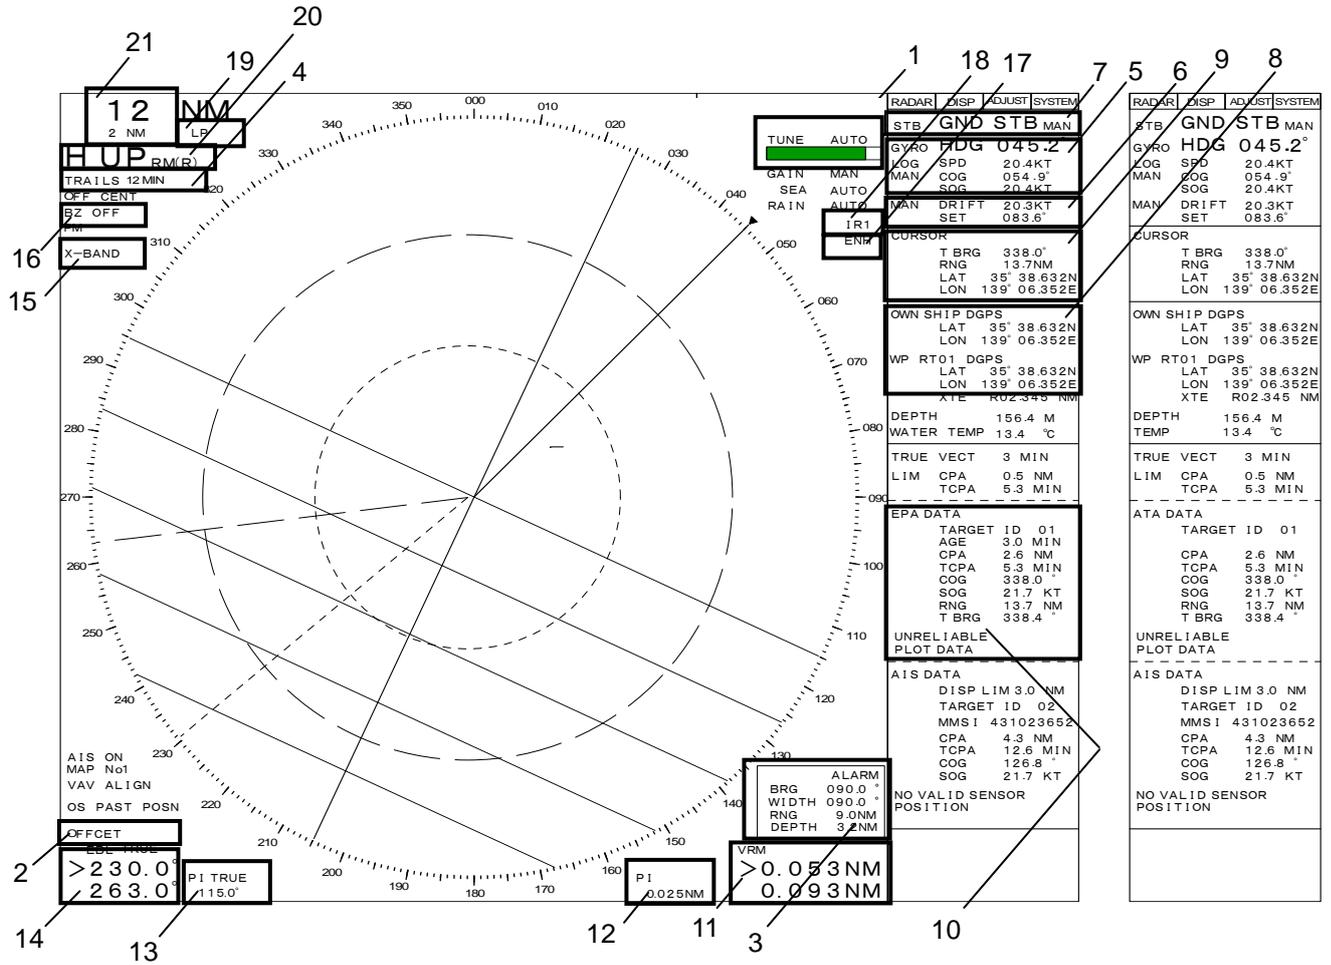

図 5.2 MDC-1860/1810/1820 画面表示情報
(1) 電源キー「ON/OFF」を押して、レーダの電源を投入してください。電源が入ると操作部の LED ランプが点灯し、予熱時間のタイマー表示が画面に現れます。画面には下記の項目が表示されます。
(2) 予熱時間が経過すると、画面に「STANDBY」(準備完了)表示が現れます。
(3) 準備/送信キーを押して、送信を開始してください。レーダは送信を始め、レーダ映像、文字、さらにグラフィック表示が画面に表示されます。画面の明るさは、表示部右下のつまみで調整してください。図 5.2 に画面表示例を示します。
画面表示の例を、図 5.2 に示します。表示内容は、図の下の説明を参照してください。